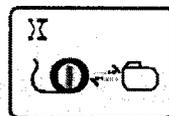

Figura 2.4 Pantalla **Recargador en espera**.
- a. Aparecerá la pantalla **Recargador en espera** en el recargador (Figura 2.4). La pantalla **Recargador en espera** indica que el neuroestimulador y el recargador están intentando comunicarse.